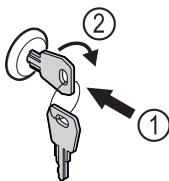

Fig. 123 Atvaizdo pavyzdys
- ▶ Įspauskite raktą Fig. 123 (1).
- ▶ Pasukite raktą 90° pagal laikrodžio rodyklę Fig. 123 (2).